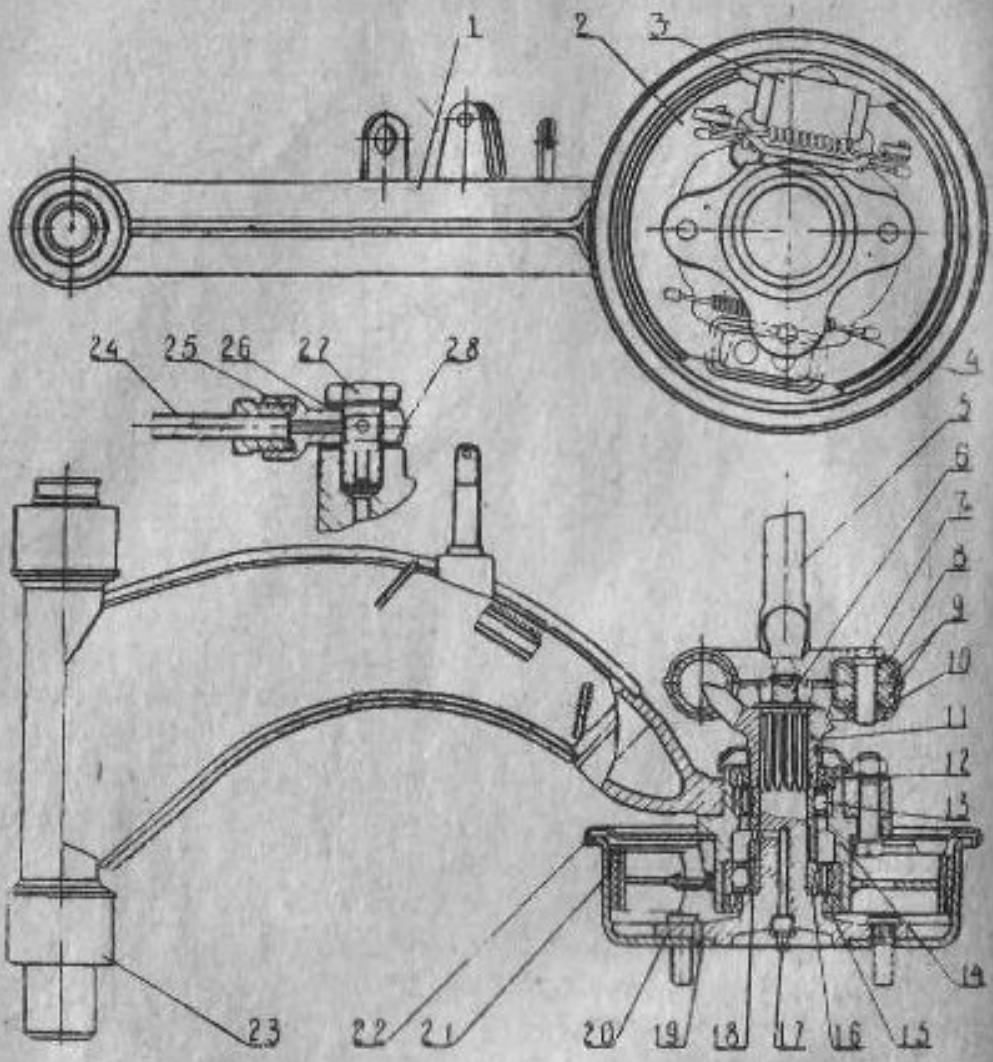

Рис. 30. Рычаги, ступицы, привод и тормоза задних колес
Передача крутящего момента от главной передачи на колеса осуществляется через упругие карданные шарниры 27 (рис. 29), ведущие полуоси 5 и валы ступиц 20 (рис. 30), между которыми смонтированы упругие карданные шарниры.
В ступицах задних колес (рис. 30) установлены шариковые радиальные однорядные подшипники № 205 (13) и № 305 (16), которые в период эксплуатации мотоколяски не требуют регулировки. Для устранения перечатия подшипников при затяжке гайки крепления вала ступицы между подшипниками установлена распорная втулка 18.
1. Собрать ступицу задних колес, для чего в ступицу заднего колеса 14 запрессовать подшипник № 305 (см. рис. 30), установить распорную втулку 18; внутреннюю полость ступицы заполнить смазкой 1—13, запрессовать подшипник № 205; запрессовать сальники 12 и 15.
колодки тормоза 2 (рис. 30);
3. Запрессовать вал ступицы 20 (рис. 30).